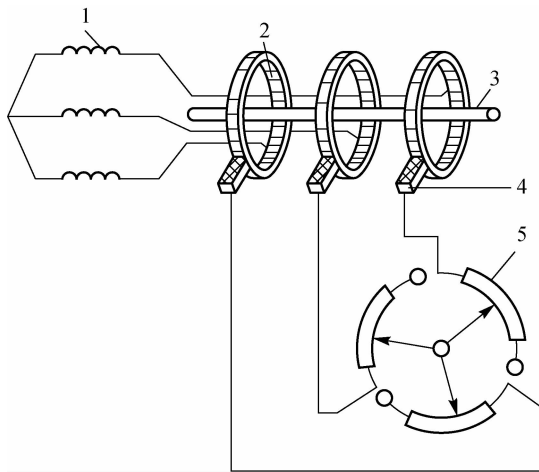

图 3-20 绕线转子与外部变阻器的连接
②绕线转子。绕线转子绕组和定子绕组相似,也是一个用绝缘导线绕成的三相对称绕组,嵌放在转子铁心槽中,接成星形。三个端头分别接在与转轴绝缘的三个滑环上,再经一套电刷引出来与外电路相连,如图 3-20 所示。